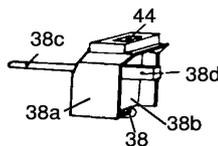

Abbildung 7
**Bauteilgruppe 38** (zwei 10,5 -cm -Geschütze, 38 - 38f) auf Bogen 1a, Abbildung 7